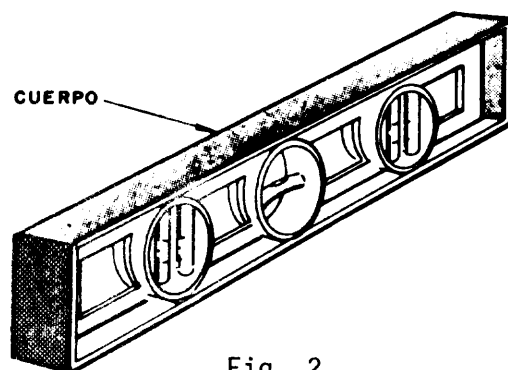

Fig. 2
- b) *El cuerpo del nivel*: Es una especie de regla gruesa, hecha de aluminio, plástico u otros materiales, en cuyo interior se han situado uno, dos o más meniscos, según el uso a que esté destinado (fig. 2).